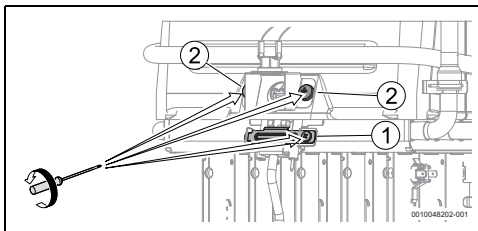

Fig. 16
- Retirar lo tornillo que fija el soporte del quemador piloto, Fig. 16, [1].
- ▶ Retirar los tornillos que fijan el soporte del dispositivo para el control de estado de la cámara de combustión, Fig. 16, [2].